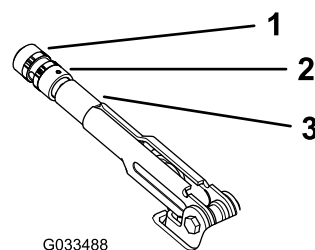

Figura 65
2. Allentate la vite a pressione che fissa la manopola alla leva del freno di stazionamento (Figura 65).